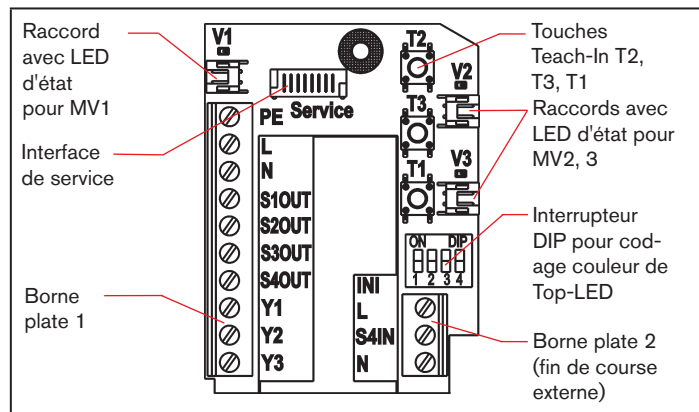

Fig. 8: Module électronique (120 V AC)
- Fixer les fils aux bornes plates conformément aux affectations de raccordement décrites sur la « Fig. 8 ».